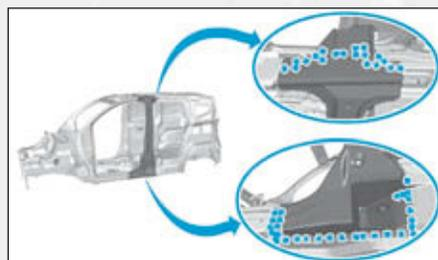
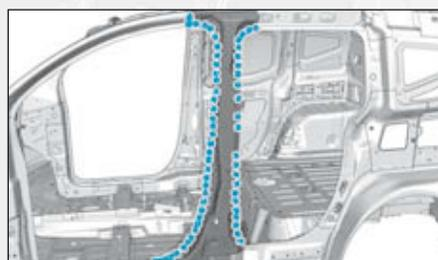

FIG.85
FIG.86
- les points (Fig.85) et (Fig.86).